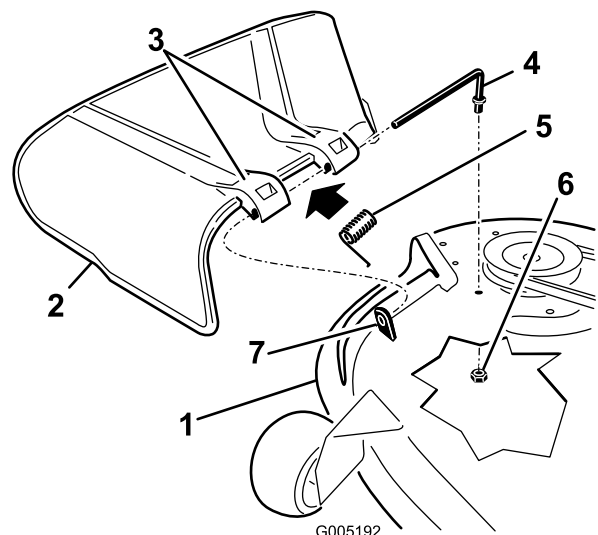

Figura 63
1. Localice los elementos mostrados en la Figura 63.
2. Retire la tuerca (3/8 pulg.) de la varilla (debajo del cortacésped) (Figura 63).
3. Retire la varilla del espaciador corto, del muelle y del deflector de hierba (Figura 63). Retire el deflector de hierba dañado o desgastado.
4. Vuelva a colocar el deflector de hierba (Figura 63).
6. Coloque el muelle sobre la varilla, con los extremos de los alambres hacia abajo, y entre los soportes del deflector de hierba. Deslice la varilla por el segundo soporte del deflector de hierba (Figura 63).
7. Introduzca la varilla, en la parte delantera del deflector de hierba, por el espaciador corto de la carcasa. Fije el extremo trasero de la varilla en el cortacésped con una tuerca (3/8 pulg.) (Figura 63).